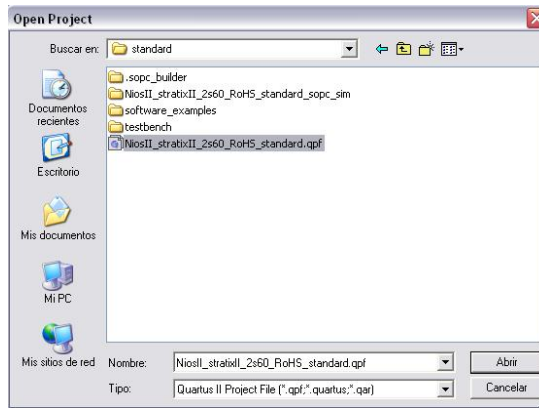

Figura D42 Archivo de configuración de tarjeta de desarrollo .qpf
6. De esta carpeta elegimos el archivo de configuración **NiosII_stratixII_2s60ES_standard.qpf**, y pulsamos **Abrir**, Figura D42.